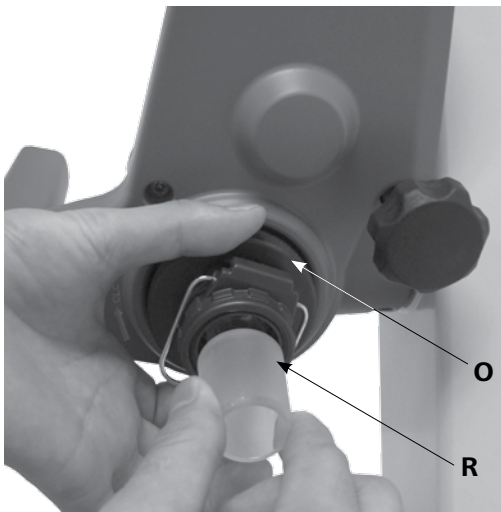

Fig.14b
- 顺时针转动锁定装置 (O) 60° 进行锁定。(Fig. 14b)